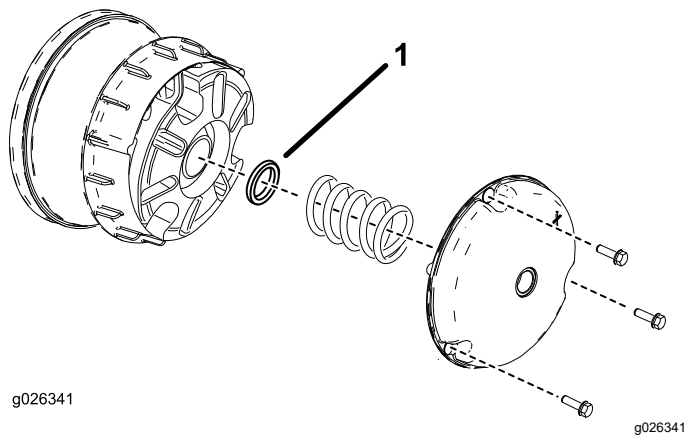

Figura 59
- Retire los pernos que sujetan la tapa del embrague primario, según se muestra en Figura 59.